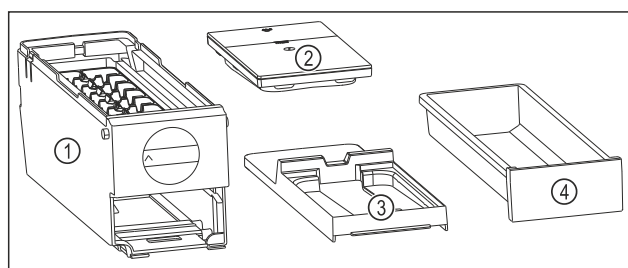

Fig. 91 Części dla EasyTwist-Ice
- ▷ EasyTwist-Ice jest rozłożony na cztery części. (patrz Fig. 91)
- ▶ Należy demontować EasyTwist-Ice wyłącznie na przedstawione części. (patrz Fig. 91)
- ▶ Czyścić korpus EasyTwist-Ice Fig. 91 (1) w całości.